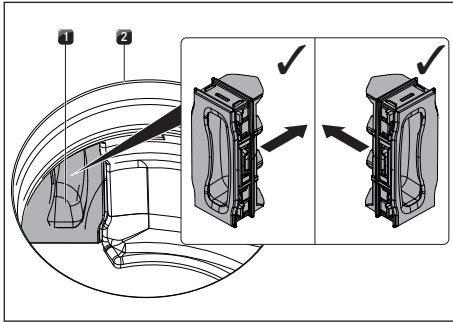

Abb. 8.10 Filterwechselklappe einsetzen
- ▶ Drücken Sie im Inneren der Einströmöffnung die Filterwechselklappe bis zum Anschlag in die Öffnung des Filtergehäuses (Filterwechselklappe einsetzen siehe Abb. 8.10).